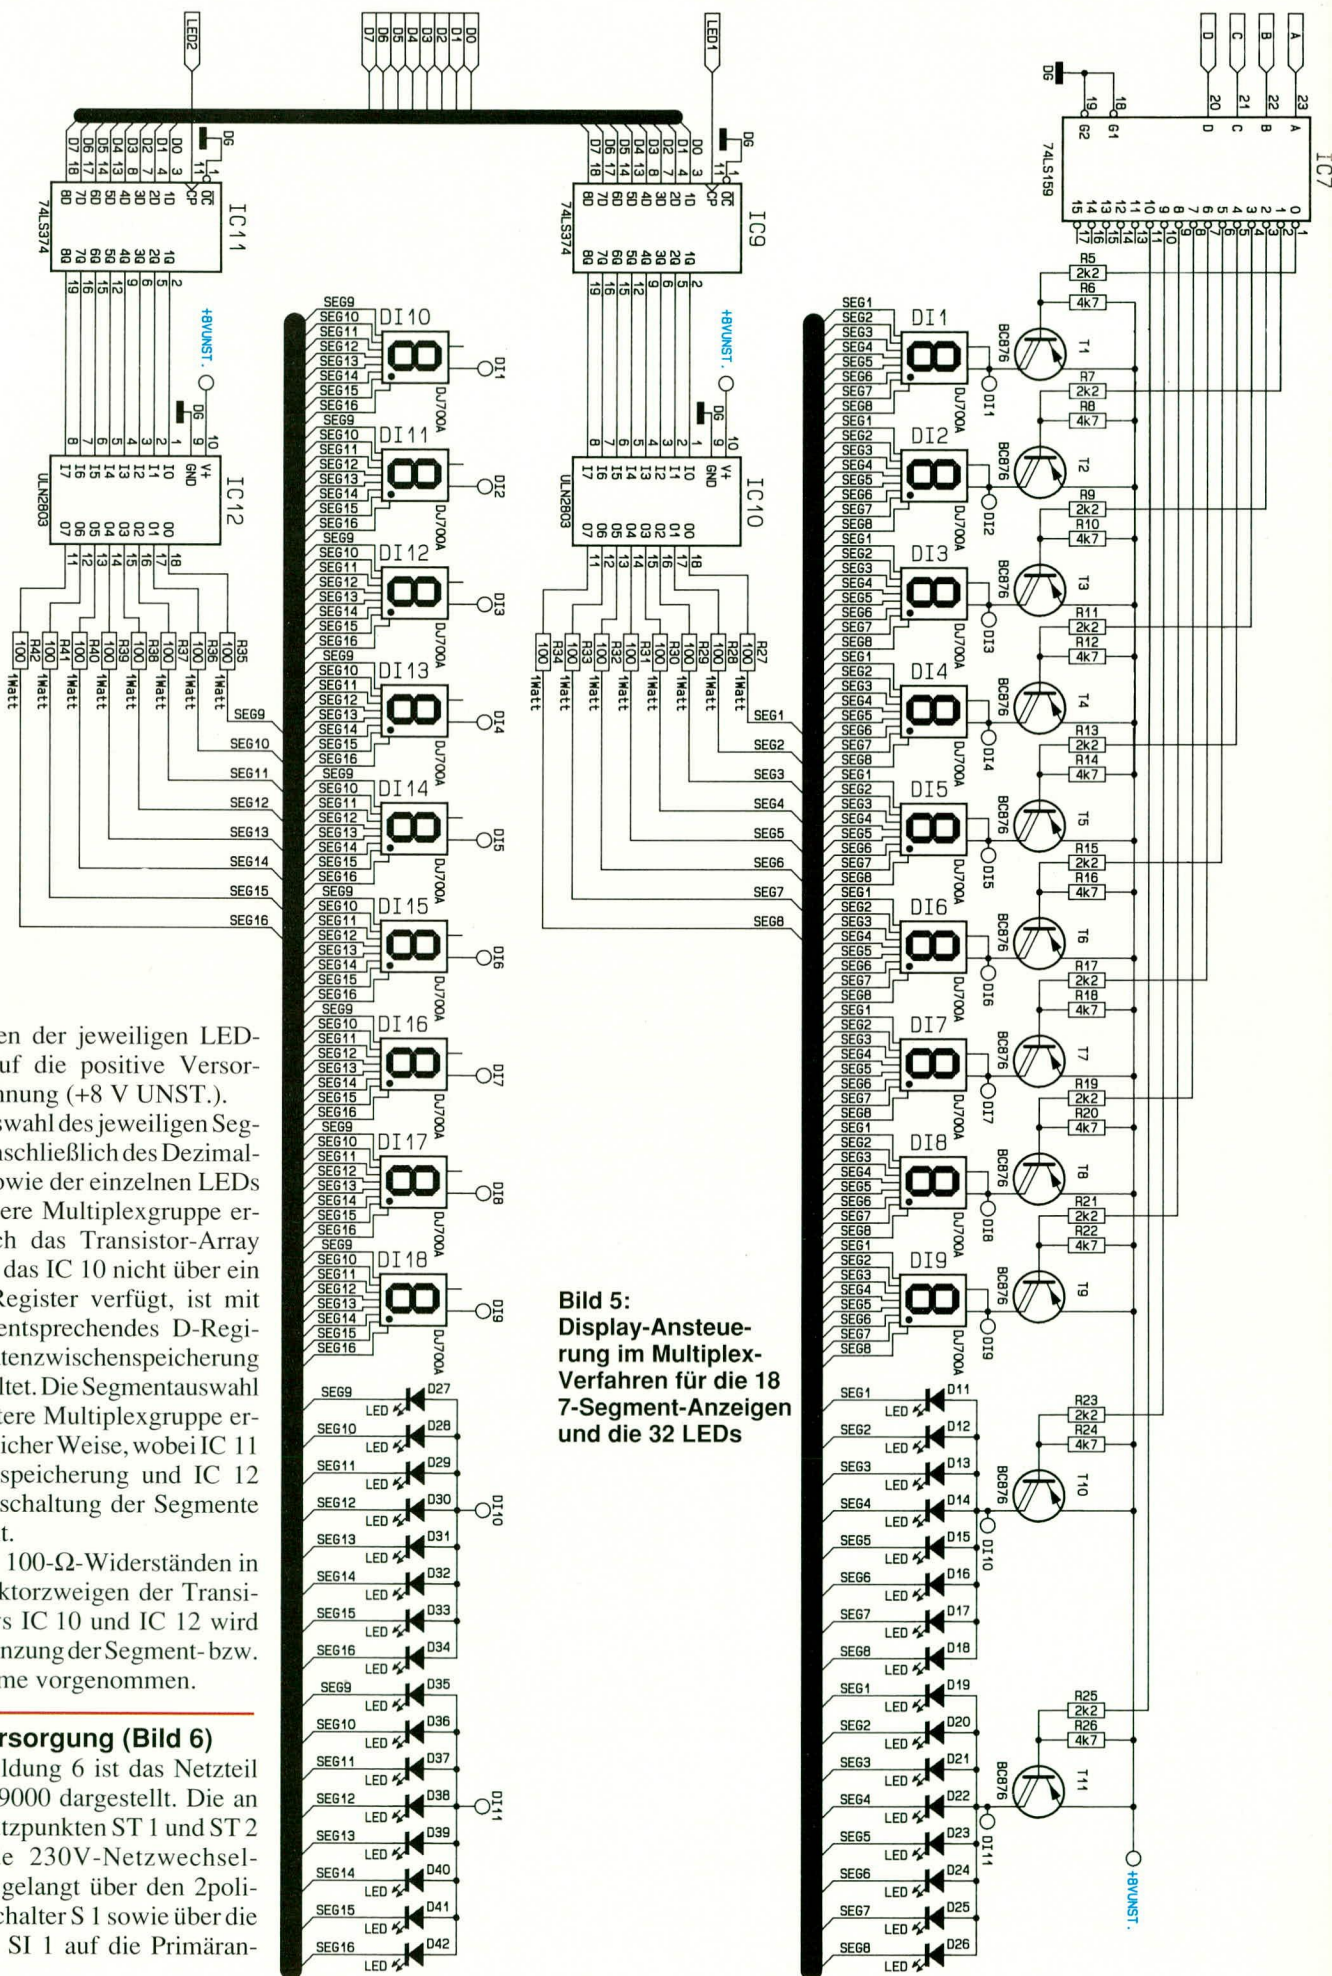

Bild 5:
4. LED-Display (Bild 5)
Der Port 5 dient zur Steuerung weiterer externer Bauelemente. Über die Portausgänge 5.0 bis 5.3 (Verbindungsbezeichnung A bis D) erfolgt die Steuerung der Multiplex-Anzeige (Abbildung 5).
Über dieses IC erfolgt die Steuerung weiterer externer Bausteine, die am Datenbus liegen. Hierzu gehören neben dem bereits beschriebenen RAM-Speicherbaustein IC 20 die Registerbausteine IC 9 und IC 11 (Abbildung 5) sowie der DA-Wandler (Abbildung 4).
LED-Display (Bild 5)
Abbildung 5 zeigt die achtzehn 7-Segment-LED-Anzeigen sowie die zusätzlichen 32 Leuchtdioden mit zugehöriger Ansteuerschaltung.